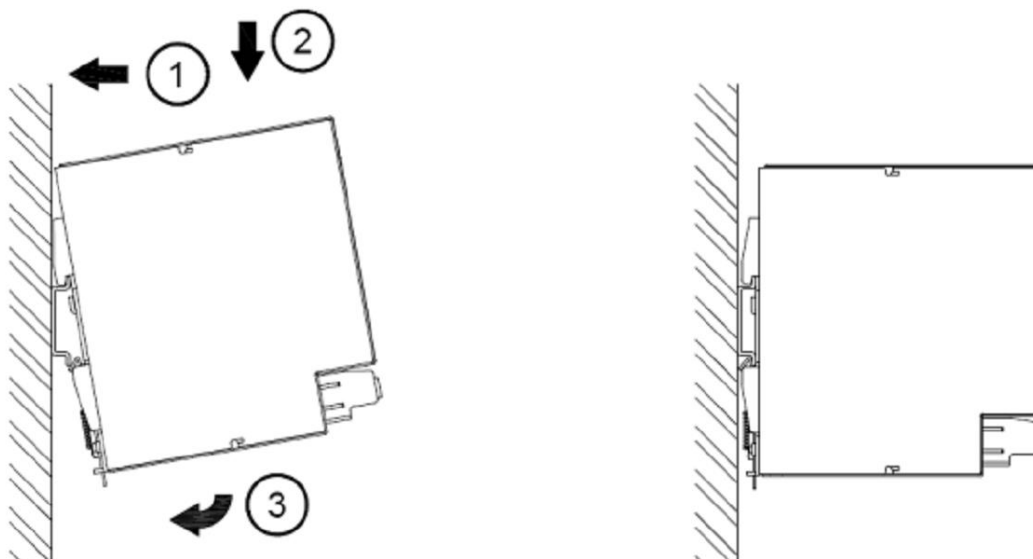

Рис.4. Установка устройства на DIN-рейку.
3. Монтаж устройства (Рис. 4)
Установку модуля на DIN рейку производят в следующем порядке, см. рис.4: